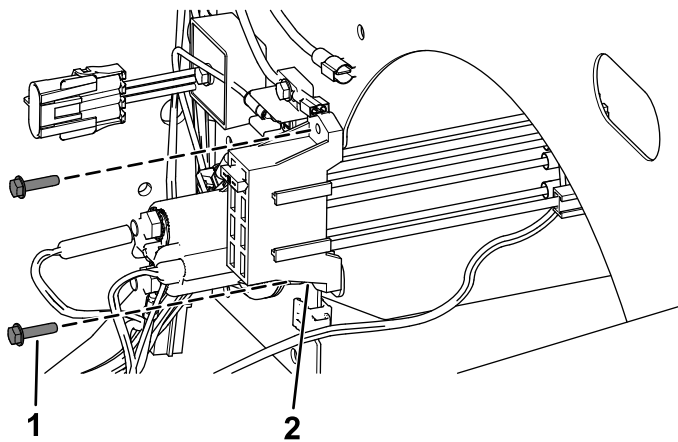

Figura 21
- **Para máquinas com número de série 403448001 e posteriores**, prenda o novo bloco de fusíveis utilizando os dois parafusos autorroscantes como se mostra na Figura 21.